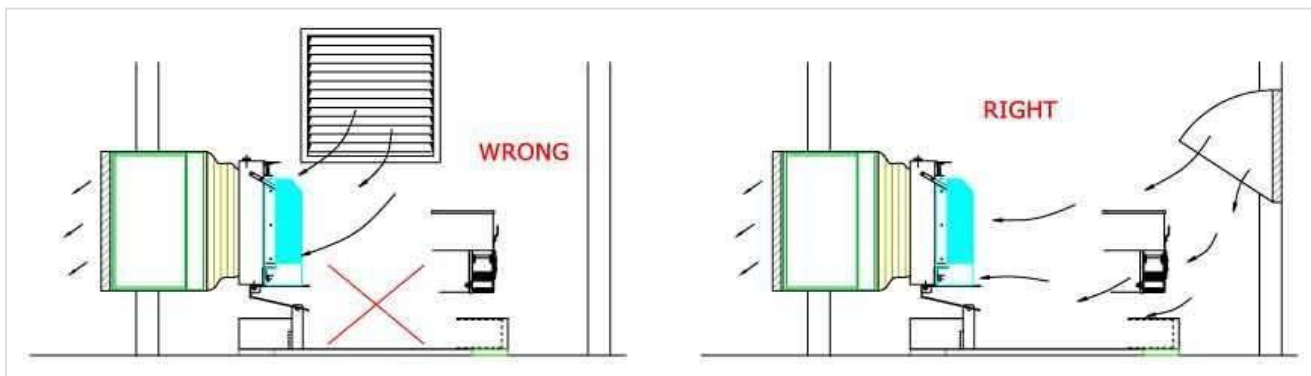

РИС. 6 (неправильно) і РИС. 7 (правильно) — схеми впуску повітря.
- На РИС. 6 показано отвір для впуску повітря, розташований високо в стіні та під прямим кутом до потоку повітря від вентилятора. Це неправильно, і такого варіанта не слід розглядати. За такої схеми охолоджувальне повітря обійде генератор змінного струму та фільтр повітрязабірника двигуна, що призведе до підвищення робочих температур, якщо не зменшити навантаження.